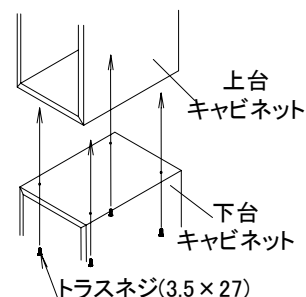

図10-3
- ④下台キャビネットに上台キャビネットをのせ、上下キャビネットの前面側面を合わせ下台キャビネットの天板に加工した下穴からネジ(トラスネジ3.5×27)で連結してください。(図10-3)